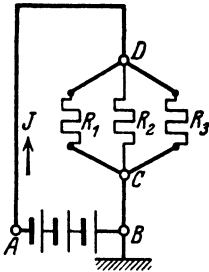

Abb. 15. Schaltung zu Aufgabe 74.
74. Gegeben sind 3 [5] hintereinandergeschaltete Elemente von je 1,1 [1,8] V EMK und einem inneren Widerstand von je 1,2 [0,24] Ω . Die Widerstände des äußeren Stromkreises sind: $R_1 = 2$ [3] Ω ; $R_2 = 3$ [4] Ω ; $R_3 = 4$ [5] Ω ; $R_{\overline{AD}} = 5$ [7] Ω und $R_{\overline{BC}} = 1$ [2] Ω . Der Punkt B ist, wie aus der Abb. 15 ersichtlich ist, geerdet, d. h. die Spannung in Punkt B ist Null.